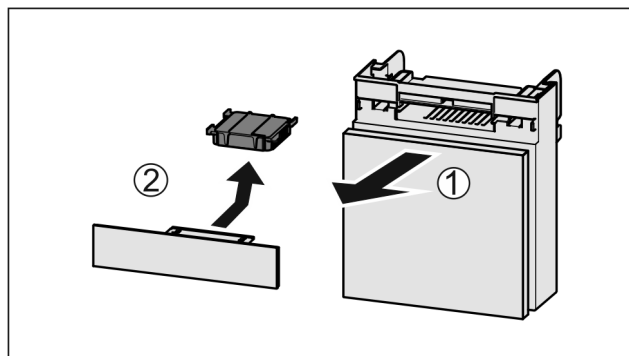

Fig. 52
- ▶ Extraire le compartiment par l'avant Fig. 52 (1).
- ▶ Sortir le filtre à charbon actif Fig. 52 (2).